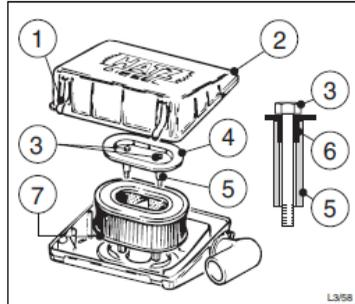

Abb. 40 – Luftfilter
- Die Klemmen „1“ (siehe Abb. 40) und den Deckel „2“ entfernen.